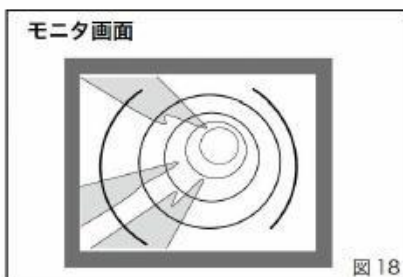

図 18
- ・モニタの画面を見ながらカメラヘッドを送っていき、内部を観察してください。（図 18）